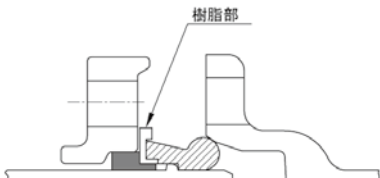

図34 押輪およびロックリングの引き寄せ
- (1) 押輪およびロックリングをゴム輪樹脂部に当たるまで引き寄せる(図34)。